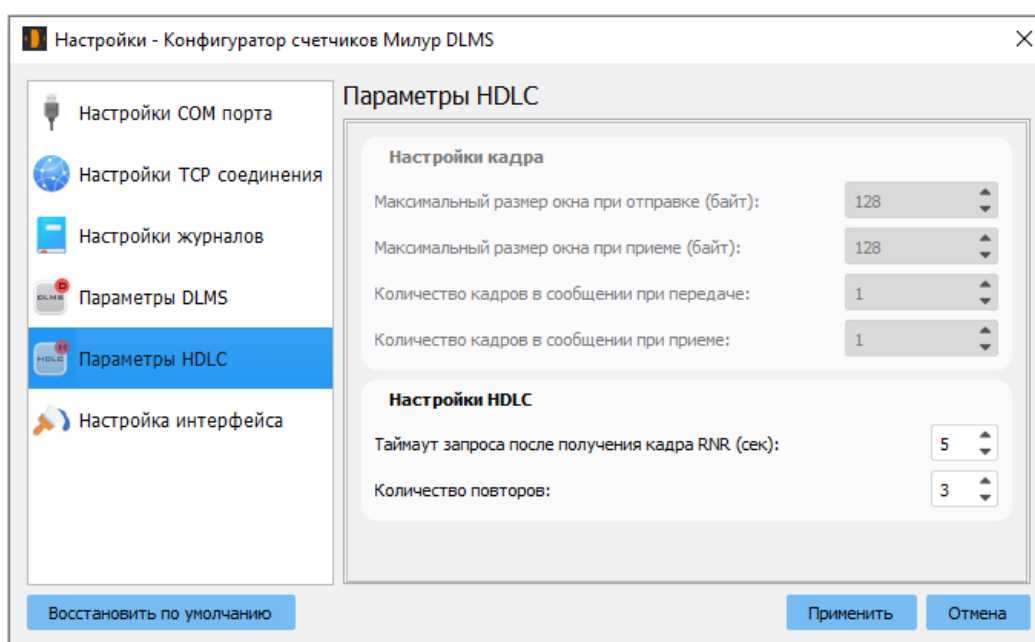

Рисунок 6
4.2.5 «Файл» → «Настройки» → «Параметры HDLC» (рисунок 6)